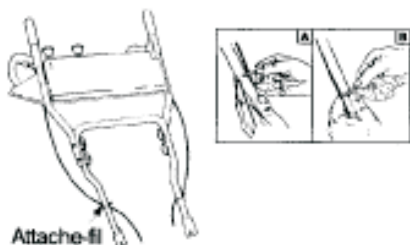

FIGURE 18
- Lorsque vous attachez les câbles des manettes, attacher les **à la partie extérieure du guidon** tel qu'indiqué. Attacher, en utilisant les attaches-fils. Coupez les bouts des attaches-fils. Voir la Figure 18.